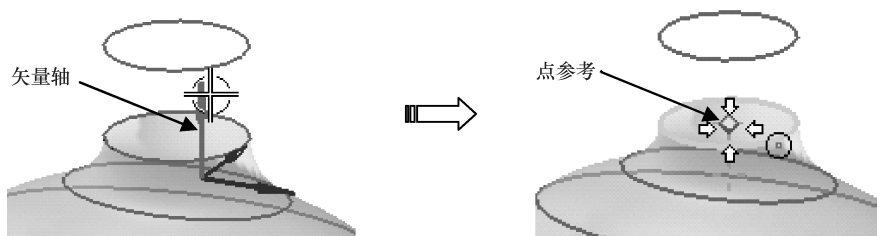

图 5-61 选择圆柱轴的矢量和点参考
- 06 在【特征】组中单击【圆柱】按钮，弹出【圆柱】对话框。在对话框中选择【轴、直径和高度】类型，接着按信息提示在图形区中选择 ZC 方向上的矢量轴，激活【指定点】命令，再选择如图 5-61 所示的截面圆圆心作为参考点。